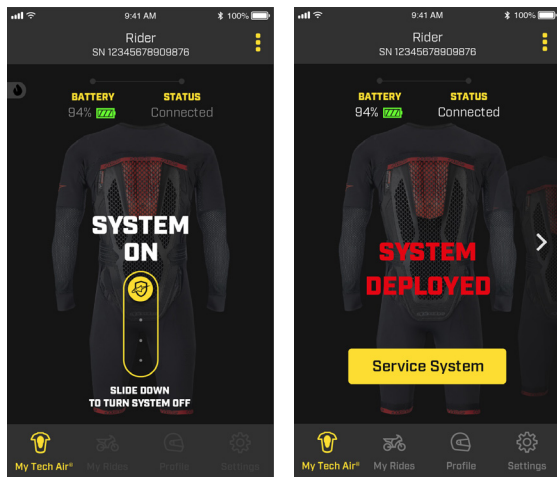

Abbildung 16
Während der Fahrt ist der "System On"-Modus aktiv und der Fahrer kann nicht, aus Sicherheitsgründen, auf die meisten Funktionen der App zugreifen. Falls der Fahrer das System deaktivieren möchte, z. B. für eine Fahrt im schweren Gelände, kann das System mit dem Schiebесymbol in der App ausgeschaltet werden (wie in Abbildung 16 dargestellt). Zur Reaktivierung öffnen und schließen Sie den Aktivierungsgürtel (4).
Im Falle einer Aktivierung zeigt die App den entsprechenden Status mit dem Schriftzug "SYSTEM DEPLOYED" an, wie in Abbildung 16 dargestellt.